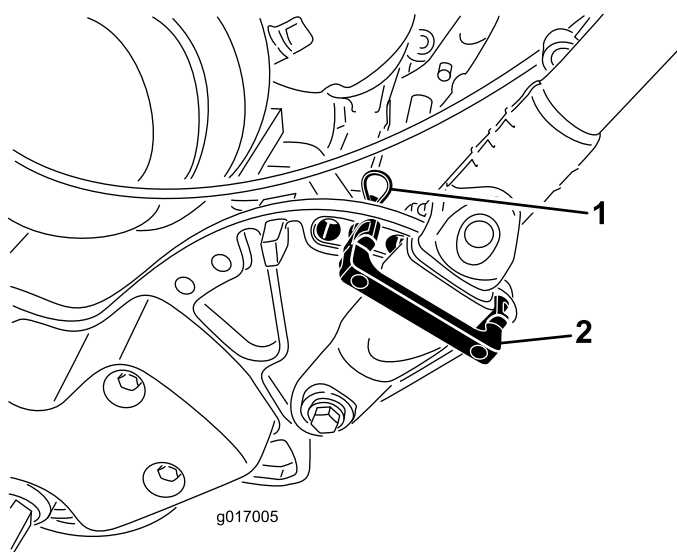

Figura 6
1. Sujete el manillar mientras retira las bridas que sujetan las abrazaderas a las chapas laterales (Figura 6).
2. Gire el manillar a la posición deseada, inserte un seguro de retención por encima de la abrazadera del manillar y a través de los taladros correspondientes de la chapa lateral (Figura 6).
3. Sujete la abrazadera con un pasador de horquilla (Figura 6).